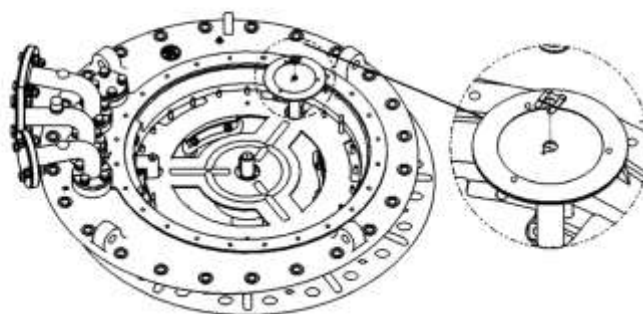

Рис. 23.
4. Снимите диск указателя положений, сняв сначала с конца вала фиксатор. (Рис.23).